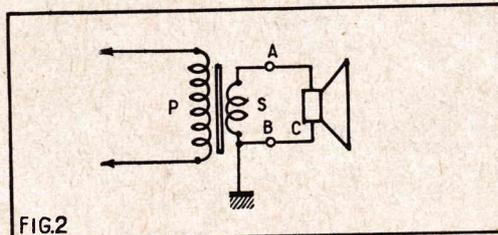
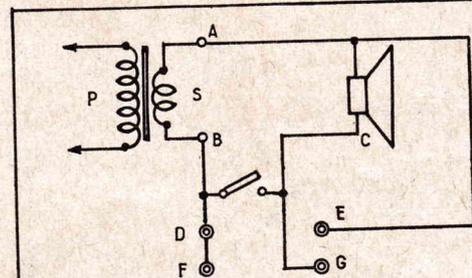
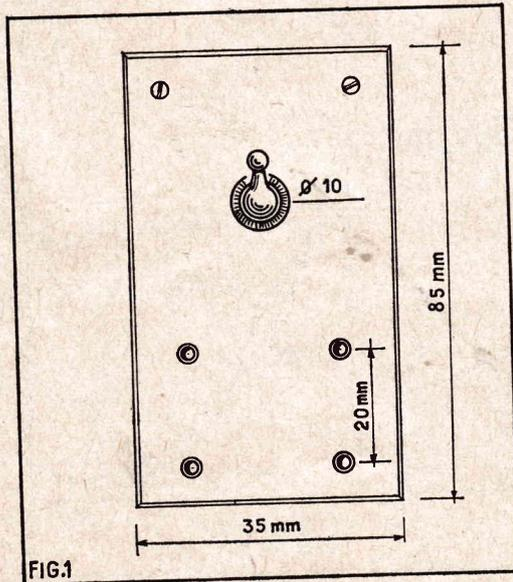

FIG.2
FIG.3
FIG.1
ceci, l'interrupteur étant dans le sens vertical. Notez bien cette position de l'interrupteur pour mémoire. Coupez un morceau de matière isolante, d'environ 80 x 35 mm. Vers le haut de cette plaquette faites un trou à la chignole (environ 10 mm) pour faire passer l'axe fileté de l'interrupteur et bloquez avec son écrou. Au-dessous, faites 4 trous pour le passage de 4 douilles femelles. Ces douilles pourront être quelconques, mais, de préférence, du diamètre des douilles de prises de courant, et vous les placerez à l'écartement standard de 20 mm ; ce qui permettra, par la suite, pour le branchement, l'utilisation de prises de courant mâles courantes (fig. 1). En haut de la plaquette, deux autres trous pour le passage de deux vis, pour fixation sur un coin, à l'arrière de votre poste, à l'endroit que vous jugerez le plus pratique et, bien entendu, à portée de main.
La figure 2 vous donne le schéma de la liaison du secondaire du transfo de sortie, aux deux cosses de la bobine mobile du HP et la figure 3 le schéma après la modification faite. Prenez trois morceaux de fil souple lumière (entre 5 et 7/10 par exem-
Examinons maintenant le schéma de la figure 3. L'interrupteur basculé vers bas, c'est-à-dire « fermé » mettant en court-circuit ses deux cosses, vous reliez la cosse de la bobine mobile à la sortie du secondaire du transfo (B) et vous revenez au schéma de la figure 1. Maintenant, ouvrons l'interrupteur (basculé vers le haut) le HP du poste est hors circuit et les trois douilles DEF qui, elles, sont reliées à la cosse de la bobine mobile de l'interrupteur, au secondaire du transfo, la douille E étant également reliée à la cosse de la bobine mobile et la douille G l'étant à l'autre cosse de cette bobine, nous pouvons envisager de multiples combinaisons.
C'est qu'il est deux données encore dans cette section (qui couvre les applications les plus vastes, allant de la télévision au simple récepteur de petites ondes) : d'une part, le simple fait de trouver une variation qui s'effectue de façon inversement proportionnelle, conduit à déterminer la self pour la fréquence la plus basse (capacité la plus forte!) et, d'autre part, dans la pratique lorsqu'on recherche ce genre de concordance, c'est avant tout dans les montages, dit superhétérodynes ou moins pompeusement, à changement de fréquence et, dans ce cas, le changement doit déboucher (fig. 2) sur une fréquence unique, celle de la MF ou fréquence intermédiaire. Or, c'est précisément cette dernière condition qui ne sera remplie avec exactitude que pour l'une des fréquences, et tout l'alignement consiste à rechercher la concordance la plus parfaite en un nombre de points aussi élevé que possible.
Nous y apprenons, en effet, que la fréquence d'oscillation sera d'autant plus élevée que, soit le condensateur du circuit oscillant, soit sa self, se présente avec une valeur plus faible; particularité : ces deux facteurs se trouvent placés, tous deux, sous un radical et l'on ne peut absolument plus considérer les fréquences comme le résultat d'une variation linéaire. Même dans une étendue de capacité aussi faible que 50 à 500 pico (!!) -farads, les écarts provoqués par deux bobinages inégaux seront suffisamment importants pour supprimer pratiquement toute concordance entre les fréquences, suivant que l'on se place à une extrémité de la gamme, en son milieu, ou au contraire, à l'autre bout. Notre figure 1 montre, sans se prononcer pour l'instant sur les valeurs absolues, comment pourraient se présenter les écarts relatifs atteints en utilisant un même condensateur variable, associé à deux selfs, l'une supérieure de 50 % seulement à l'autre
Un regard sur la courbe de variation (figure 5), qui contrairement à notre figure 1 porte maintenant des valeurs réelles montre qu'avec 150 pF (moitié de sa capacité totale) : on atteindra une fréquence d'accord de 1 mégacycle, ce qui entraînera pour l'oscillateur, avec une fréquence intermédiaire de 455 kcs, d'une part une fr